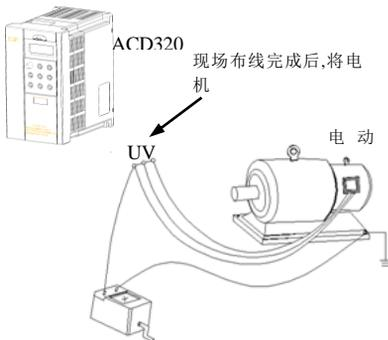

图 1-1 电机绝缘检查示意图
- (1) ACD320 系列变频器为电压型变频器，使用时电机的温升、噪声和振动与工频运行相比较略有增加，属正常现象。
- (2) 如果需要以低速恒转矩长期运行，必须选用变频电机。若使用一般的异步交流电机低速运行时，应监控电机温度或采取强制散热措施，以防烧毁电机。
- (3) 减速箱及齿轮等需要润滑的机械装置在长期低速运行时，可能由于润滑效果变差造成损坏，请事先采取必要措施。
- (4) 若超过电机额定频率运行时，除了考虑电机的振动、噪音增大外，还必须确保电机轴承及机械装置的使用速度范围，请务必事先确认。
- (5) 对于提升设备和大惯性之类的负载，变频器常会因产生过流或过压故障而跳闸，为保证正常工作，应考虑选配适当的制动组件。
- (6) 应通过端子或其它正常的命令通道对变频器进行起停控制。严禁在变频器输入侧使用接触器等强电开关直接频繁起停操作，否则会造成设备损坏。
- (7) 如果需要在变频器输出和电机之间安装接触器等开关器件，请确保变频器在无输出时进行通断操作，否则可能会损坏变频器。
- (8) 变频器在一定的输出频率范围内，可能会遇到负载装置的机械共振点，可设置跳跃频率来避开。
- (9) 使用前，应确认电源电压在允许的工作电压范围之内，否则应做变压处理或订购特种变频器。
- (10) 在海拔高度超过 1000 米的条件下，变频器应降额使用，每增加 1500 米高度输出电流约降低额定电流的 10%。
- (11) 电机在首次使用或长时间放置后再使用之前，应做电机绝缘检查。请使用 500V 电压型兆欧表按图 1-1 所示进行检查，绝缘电阻不得小于 5 MΩ，否则有损坏变频器的可能。